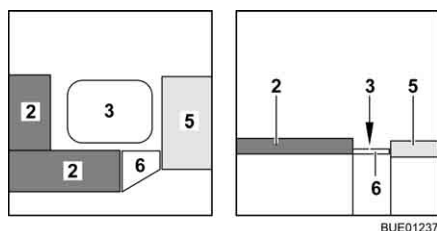

Bild 95 Under ombyggnaden
- Haka i sängbreddningen (Bild 95,6) i sittbänkarna.